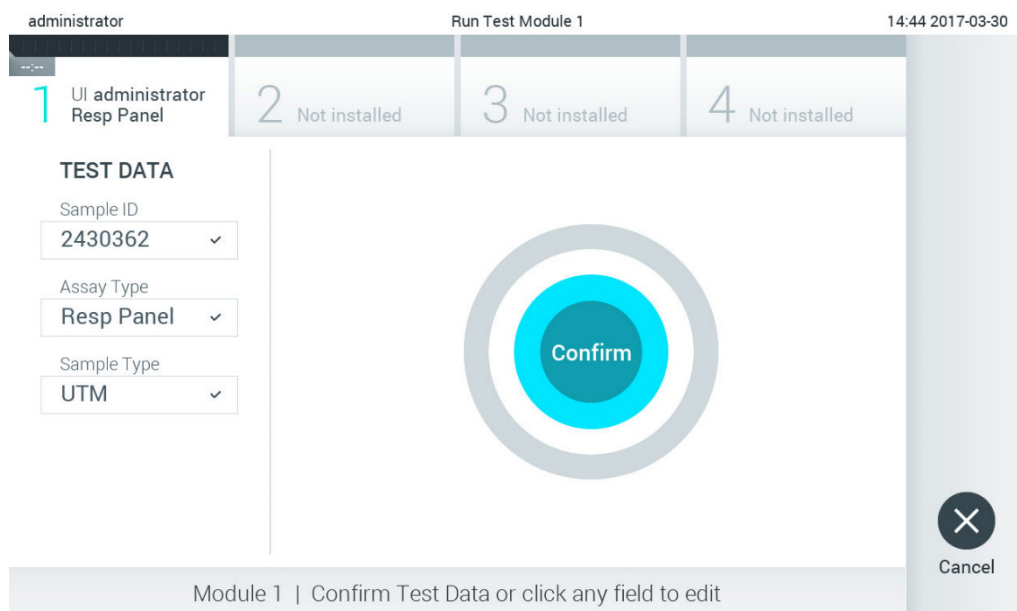

Figura 26. Tela Confirm (Confirmar).
5. Será exibida a tela Confirm (Confirmar). Revise os dados inseridos e efetue quaisquer alterações necessárias pressionando os campos relevantes na tela sensível ao toque e editando as informações (Figura 26).